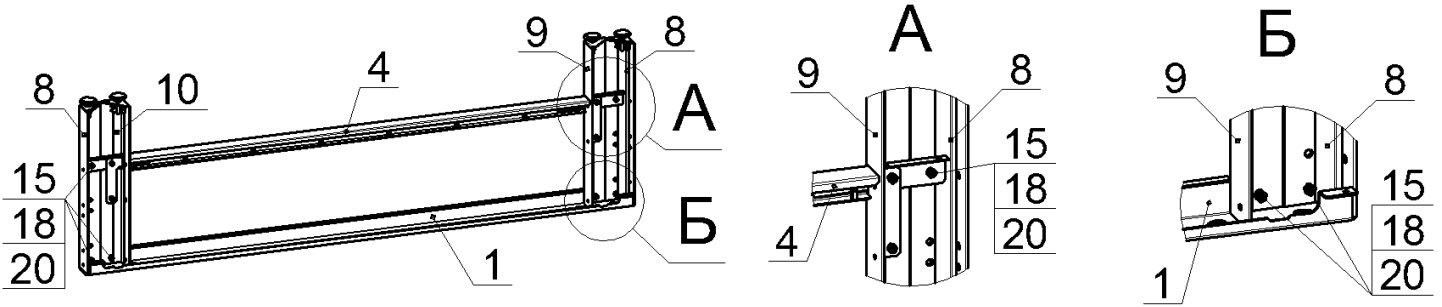

Рис.2.1
2.1 Закрепить на профиле заднем, нижнем, поз.4 стойки угловые (430мм), поз.8, болтами М6, гайками и шайбами поз.15, 18 и 20, затем закрепить профиль лицевой, верхний (1461мм), поз.1 к стойкам угловым, поз.8 и стойкам внутренним, правой и левой, поз.9 и 10, болтами М6, гайками и шайбами поз.15, 18 и 20, как показано на рис.2.1. Гайки не затягивать: